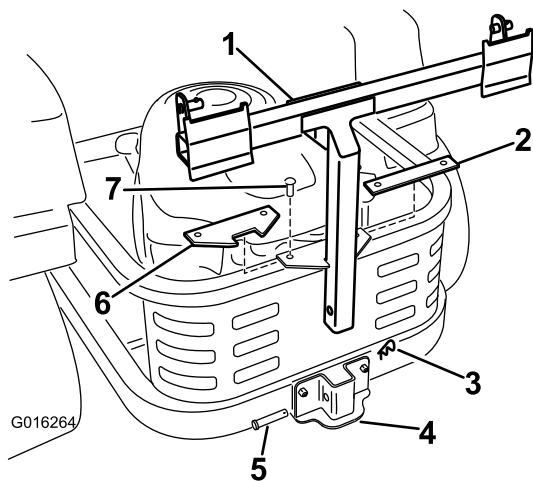

Figura 5
4. Montate la nuova piastra distanziatrice angolata come illustrato nella Figura 5, mediante i dispositivi di fissaggio precedentemente rimossi.
5. Montate il telaio del sistema di raccolta sulla staffa di supporto. Fissate il telaio del sistema di raccolta con un perno con testa (1/2 x 2-1/4 poll.) e una coppiglia (Figura 5).